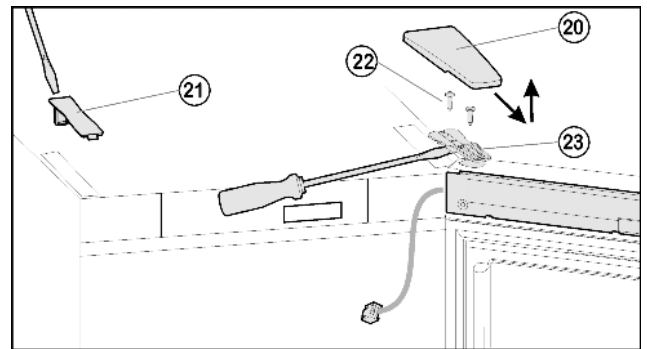
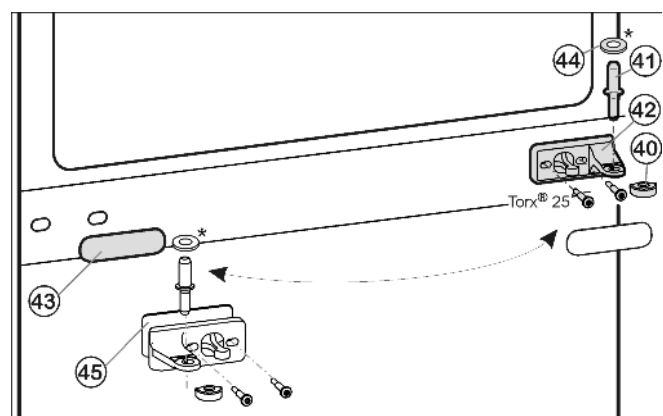
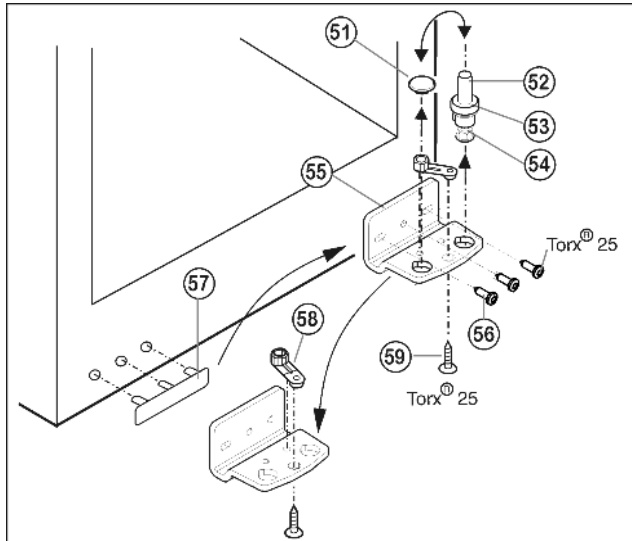

Fig. 6
Fig. 7
Fig. 8
- ▶ Крышку Fig. 6 (20) снимите движением вперед и вверх
- ▶ Снимите крышку Fig. 6 (21).
- ▶ Полностью выверните винты Fig. 6 (22).
- ▶ Снимите дверцу вместе с опорным кронштейном Fig. 6 (23) и кабелем вверх. Для снятия, возможно, понадобится осторожно подцепить опорный кронштейн снизу шлицевой отвёрткой.
- ▶ Вытащите из опорного кронштейна и нижней дверцы средний опорный палец Fig. 7 (41).
- ▶ Снимите пластмассовый колпачок Fig. 7 (40).
- ▶ Открутите средний опорный кронштейн Fig. 7 (42) (2 шт. Torx® 25).
- ▶ Осторожно снимите накладку Fig. 7 (43).
- ▶ Прикрутите средний опорный кронштейн Fig. 7 (42) с подкладкой Fig. 7 (45) с поворотом на 180° на новую сторону шарнира (с моментом 4 Нм).
- ▶ Защелкните накладку Fig. 7 (43), повернув на 180°, на стороне, где теперь будет ручка.
- ▶ Извлеките опорный винт Fig. 8 (52) в комплекте с шайбой Fig. 8 (53) и регулируемой опорой Fig. 8 (54), вытягивая его вверх.
- ▶ Снимите пробку Fig. 8 (51).
- ▶ Открутите Fig. 8 (56) опорный кронштейн Fig. 8 (55).
- ▶ Открутите Fig. 8 (59) опорную деталь Fig. 8 (58) и, переставив в отверстие на противоположной стороне опорного кронштейна, снова прикрутите.
- ▶ Осторожно снимите и переставьте на противоположную сторону крышку со стороны ручки Fig. 8 (57).
- ▶ Снова прикрутите опорный кронштейн Fig. 8 (55) на новой стороне шарнира (с моментом 4 Нм). При необходимости используйте аккумуляторный шурупверт.
- ▶ Переставьте пробку Fig. 8 (51) в свободное отверстие.
- ▶ Вновь установите опорный винт Fig. 8 (52) в комплекте с шайбой и регулируемой опорой. При этом фиксатор должен быть направлен назад.
- ▶ Установите дверь сверху на опорный палец Fig. 8 (52).
- ▶ Снова наденьте пластмассовый колпачок Fig. 7 (40) на средний опорный кронштейн Fig. 7 (42).
- ▶ Вставьте средний опорный палец Fig. 7 (41) через средний опорный кронштейн Fig. 7 (42) в нижнюю дверцу.
► Установите верхнюю дверцу на средний опорный палец Fig. 7 (41), закройте дверцу и установите верхний опорный кронштейн Fig. 6 (23) так, чтобы он защелкнулся в верхней стороне устройства.
► Закрутите опорный кронштейн Fig. 6 (23) (с усилием 4 Нм). При необходимости просверлите отверстия или используйте аккумуляторную отвертку.
► Защёлкните крышку Fig. 6 (20) и крышку Fig. 6 (21).
► При необходимости выровняйте дверцы через два продольных паза в нижнем опорном кронштейне Fig. 8 (55) и среднем опорном кронштейне Fig. 7 (42) параллельно корпусу устройства. Для этого выкрутите средний винт на нижнем опорном кронштейне Fig. 8 (55).